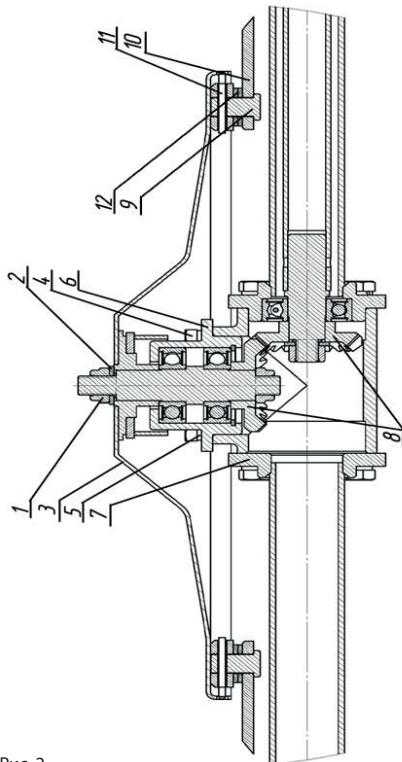

Рис.2 Режущий диск и его привод
- Общий вид косилки представлен на Рис. 1. Конструкция режущих дисков и редуктора привода дисков представлены на Рис. 2.
- После первых 30 мин. работы новой косилки необходимо остановить двигатель мотоблока и проверить крепление деталей п.1; п.2; п.10; п.11, п.12 и п.13 (Рис. 2), а также затяжку крепления деталей косилки. При необходимости подтянуть и законтрить.
- Для заполнения редукторов привода первого и второго режущих дисков п.1 и п.2 (Рис. 1) необходимо расконтрить и отвернуть гайку п.1 (Рис. 2), снять шайбу п.2 и диск п.3, отвернуть четыре болта п.4, снять пружинные шайбы п.5 и корпус ведомой шестерни п.6.